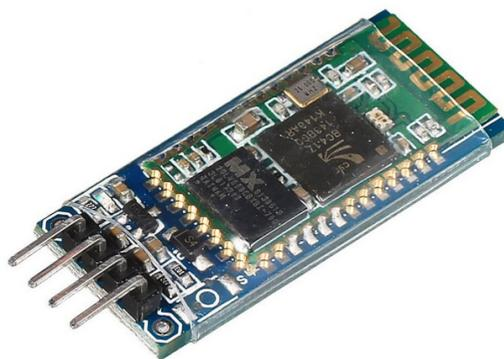

Рисунок 5: Bluetooth-модуль HC-06
- Подключите Bluetooth-модуль HC-06 (рис. 5) или JDY-31 к разъему UART XS2 контроллера следующим образом: